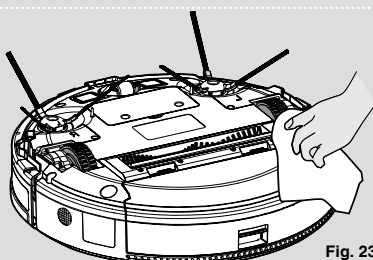

Fig. 23
3. Pulire le ruote con un panno asciutto. **[Fig. 23]**